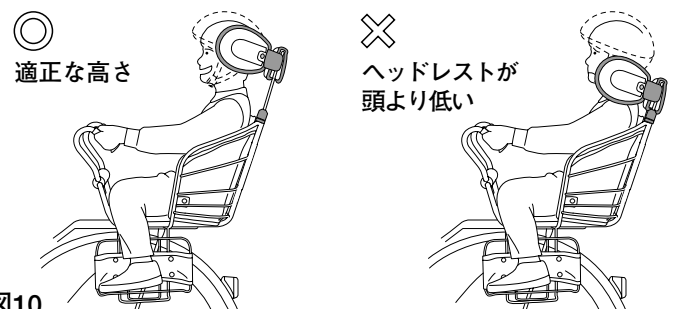

図10
- ヘッドレストは図10のように適正な高さに調整してお使いください。